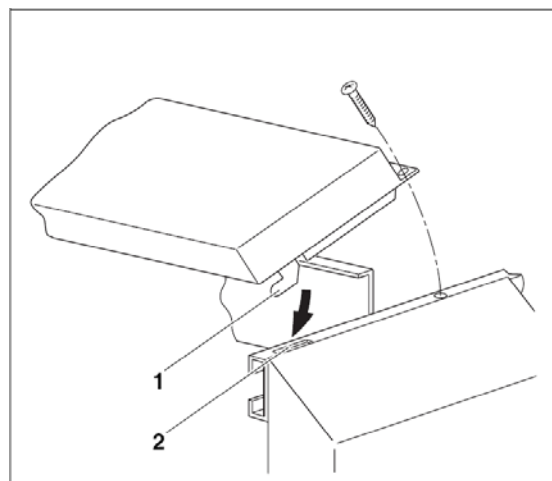
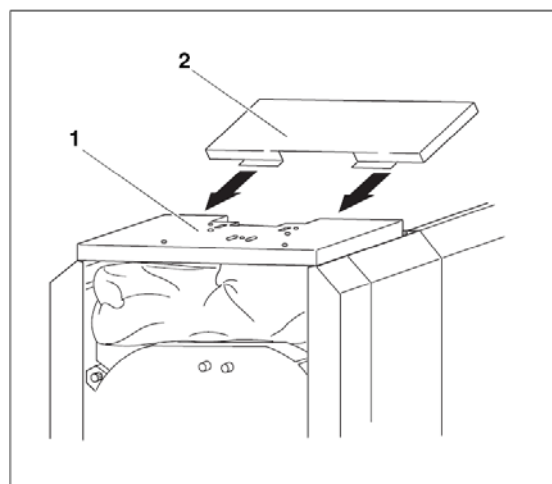

Fig. 43
Fig. 44
- Sätt på krokarna (Fig. 43, **pos. 1**) på den främre topplåten betecknad "A" in i spåren på längdskenorna (Fig. 43, **pos. 2**) och putta den framåt.
- Skruva fast baksidan av topplåten "A" på längdskenorna med plåtskruvar (se Fig. 43 och Fig. 44).
- Tryck böjen på den 400 mm breda topplåten med beteckningen "D" (Fig. 44, **pos. 2**) in under den främre topplåten (Fig. 44, **pos. 1**).